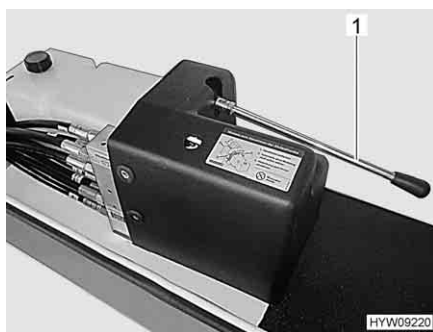

Fig. 43 Leva (comando di emergenza)
- Chiudere il piedino di stazionamento con la pompa manuale. A tale scopo, pompare con la leva (Fig. 43,1) fino alla chiusura del piedino di stazionamento.